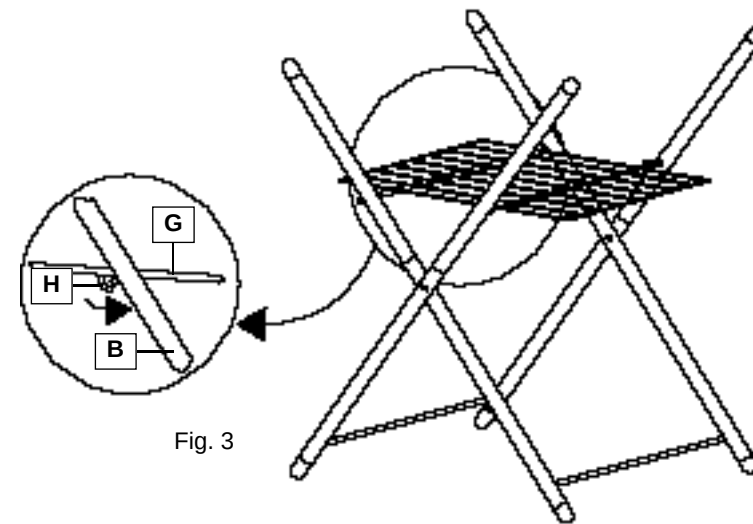

Fig. 3
- 4) O cavalete deve ser bloqueado na posição correcta encaixando os ganchos H da grelha G na travessa de união do braço externo B (ver fig. 3).